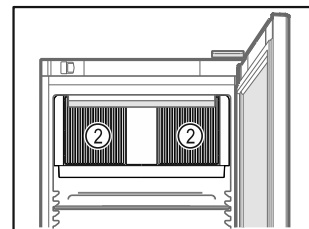

Fig. 72
- A belső térben lévő keringető ventilátor szellőzőnyílásait Fig. 72 (2) tartsa szabadon.